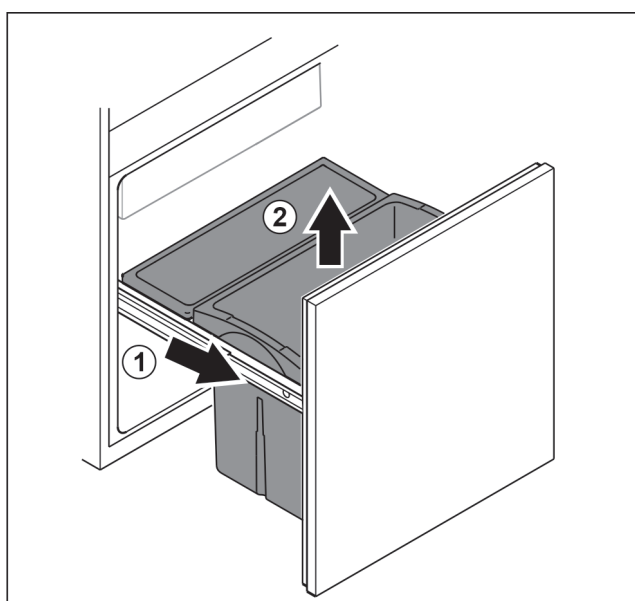

Fig. 98
- ▶ Wysunąć wózek wysuwany do oporu. Fig. 98 (1)
- ▶ Wyjąć szufladę do góry. Fig. 98 (2)